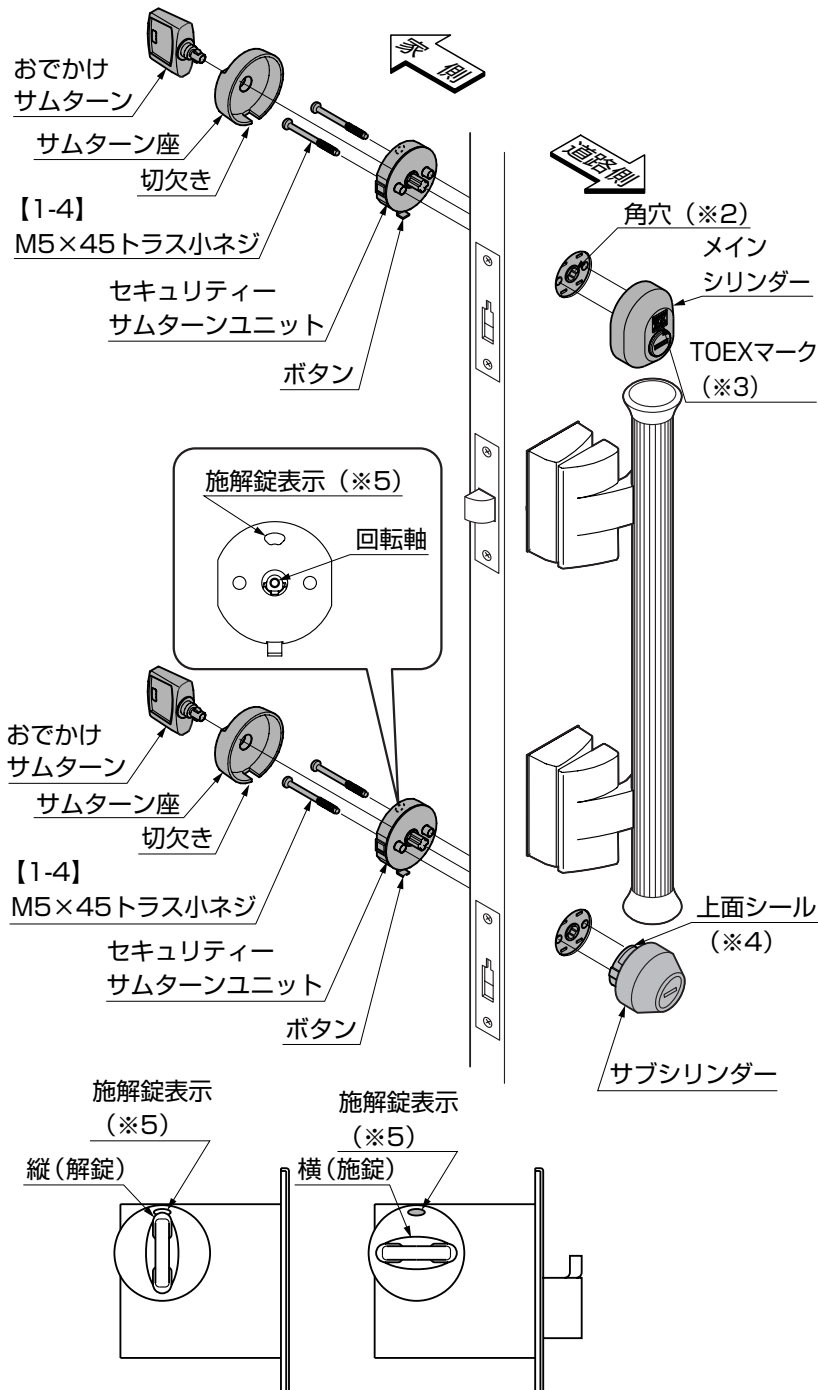

図5-1 おでかけサムターンツマミの操作
- おでかけサムターンのツマミを回すと、施解錠表示 (※5)が解錠時「白」、施錠時「黒」になります。(図5-1参照)